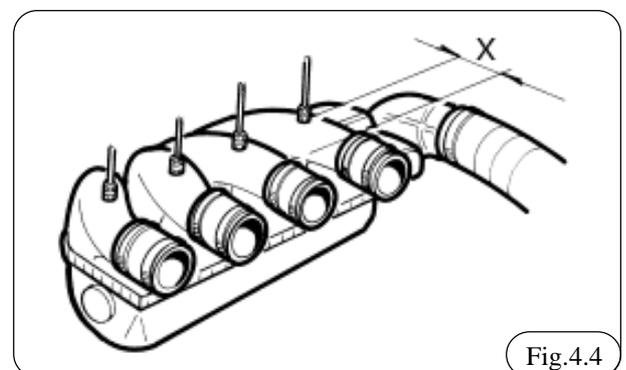

Fig.4.4
- respecter la même distance X sur toutes les voies du collecteur Fig 4.4